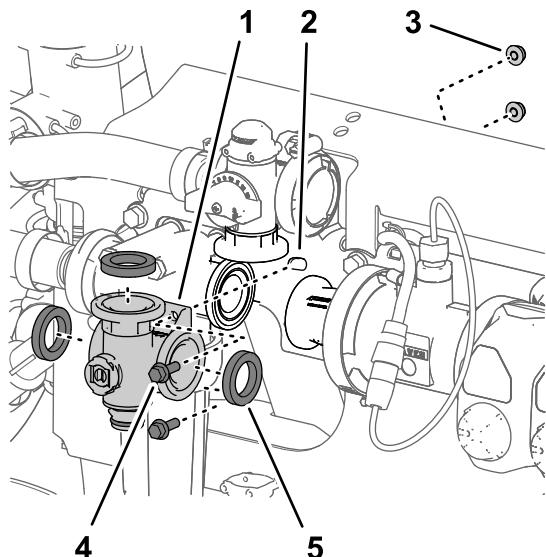

图 109
3. 松开将搅拌阀歧管固定至阀支架的 2 个凸缘头螺栓 $\frac{1}{4} \times \frac{3}{4}$ 英寸和 2 个凸缘锁紧螺母 $\frac{1}{4}$ 英寸图 109。
4. 从机器上卸下搅拌阀歧管和垫片图 109。